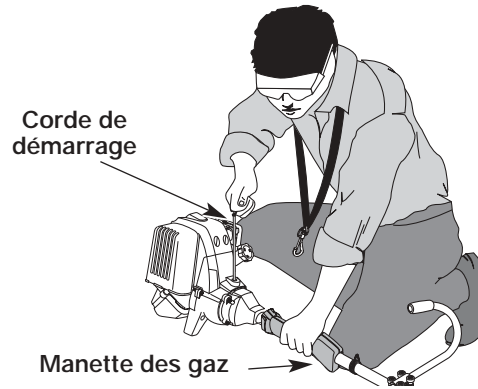

Figure 22
AVERTISSEMENT : évitez tout démarrage accidentel. Tenez-vous en position de démarrage lorsque vous tirez la corde de démarrage (Fig. 22). L'opérateur et l'appareil doivent tous deux être en position stable pour éviter des blessures graves.
5. L'appareil étant en position de démarrage (Fig. 22), tirez brusquement sur la corde jusqu'à ce que le moteur démarre.
6. Après le démarrage du moteur, mettez le levier en position **MARCHE (C)** |↑| et laissez tourner à pleins gaz pendant 30 secondes.
1. Relâchez la manette des gaz (Fig. 22). Laissez le moteur se refroidir au ralenti.